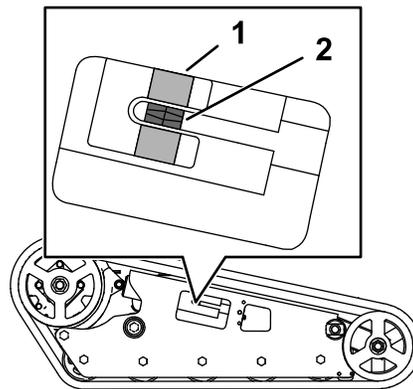

図 56
テンションブロックがデカルの緑色のガイドに整列していること、またはテンションチューブの-slotの後端から 13 mm 離れていることを確認してください 図 56。適正位置にない場合には、以下の調整を行います
4. 1/2" のドライブラチェットを使用して、テンショニングねじを左に回して、テンションブロックをデカルの緑色のガイドに整列、またはテンションチューブの-slotの後端から 13 mm の距離にセットする 図 56。
- テンションブロックがデカルの緑色のガイドに整列していること、またはテンションチューブの後端から左右共に 13 mm 離れていることを確認してください 図 56。必要に応じて調整する。